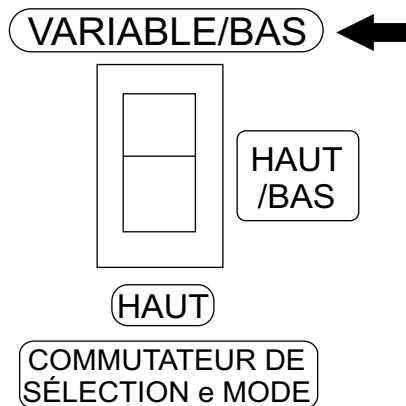

**Figure 49. Sélecteur de mode-e
2. Placer le sélecteur de mode-e (Figure 49) dans la position variable/faible.